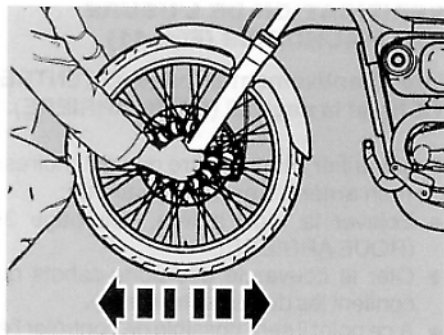

Fig. 42
### CONTROLE DE LA DIRECTION (Fig. 42- 43)
- ◆ Secouer la fourche dans le sens de la marche (Fig. 42).